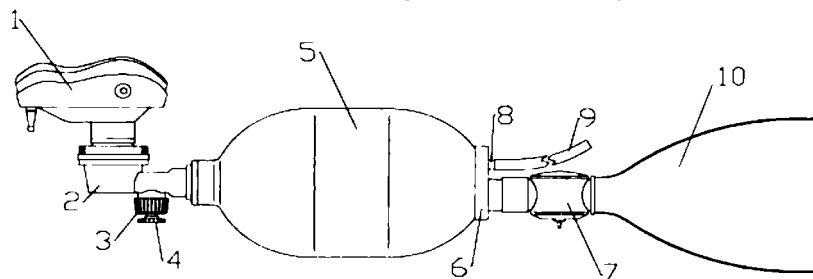

Рис. 2
6.1. Комплект дыхательный для ручной ИВЛ предназначен для проведения искусственной вентиляции легких ручным способом. Комплекты дыхательные для ручной ИВЛ имеют аналогичную конструкцию, отличаясь объёмами дыхательных и резервных мешков, размерами масок, в зависимости от предполагаемого возраста пациента. Комплект соответствует международным и отечественным стандартам и представляет из себя (см. рис. 2): саморасправляющийся силиконовый мешок (5) с впускным клапаном (6) и клапаном пациента (2), на патрубок которого крепится лицевая маска (1). Все лицевые маски разработаны с учетом разных возрастов пациентов и анатомических особенностей, выполнены из прозрачного силикона, что дает дополнительную возможность видеть изменение цвета губ пациентов во время проведения реанимационных мероприятий.
8.3. Соберите комплект дыхательный КД-МП (рис. 2) и проверьте его работоспособность, в соответствии с п. 9. Комплекты имеют аналогичный порядок применения.